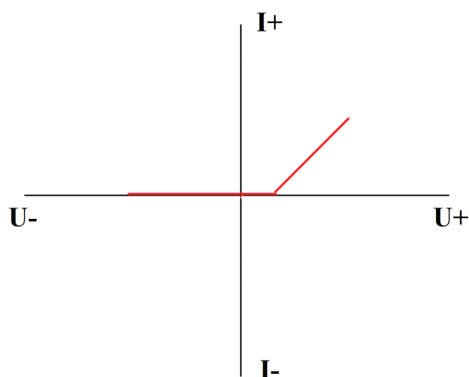

Рисунок 42. Соединение диода и резистора.
- Соединение диода и резистора (Рисунок 42):